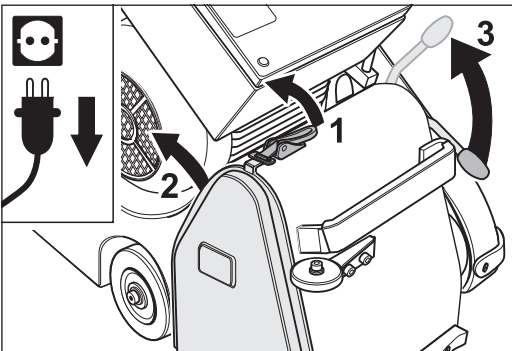

Abb. 67 Den Deckelverschluss öffnen (1) und das Abdeckblech entfernen (2). Den Bedienungshebel am Aggregat hochziehen (3) und dadurch die Spannwalze absenken.
- 3 Öffnen Sie den Deckelverschluss (Abb. 67, 1) und nehmen Sie das Abdeckblech an der rechten Seite des Maschinengehäuses ab (Abb. 67, 2).
- 4 Ziehen Sie den Bedienungshebel des Aggregats nach oben (Abb. 67, 3). Dadurch wird die Spannwalze abgesenkt.